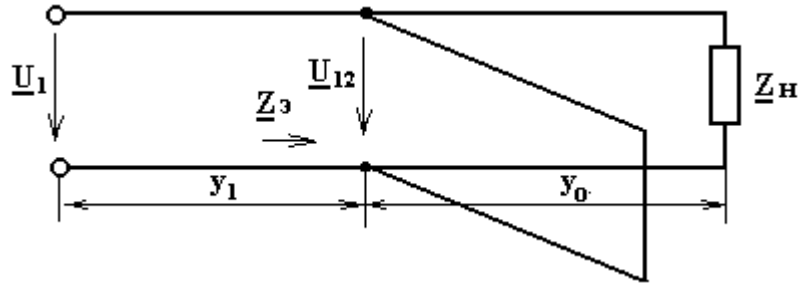

Рис.5.35
4. Напряжение на сопротивлении $\underline{Z}_{\text{э}}$ (рис.5.35)